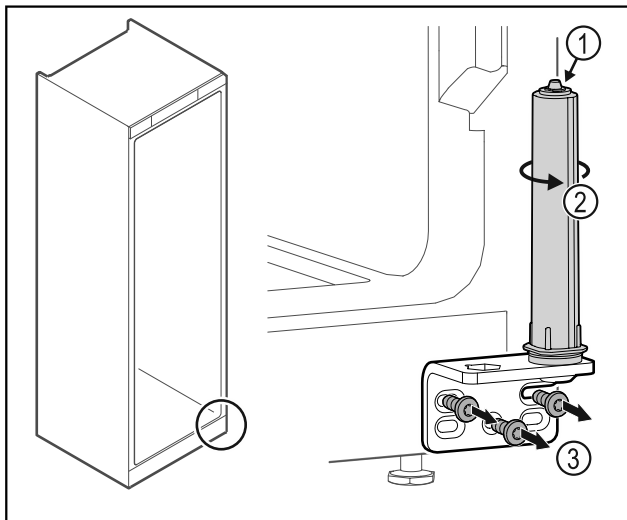

Fig. 28
- Ne szedje szét az ajtó zárrendszert Fig. 28 (1).
- Forgassa el a zárrendszert Fig. 28 (2), amíg az be nem kattan.
- Csavarozza le a csuklópántot Fig. 28 (3).